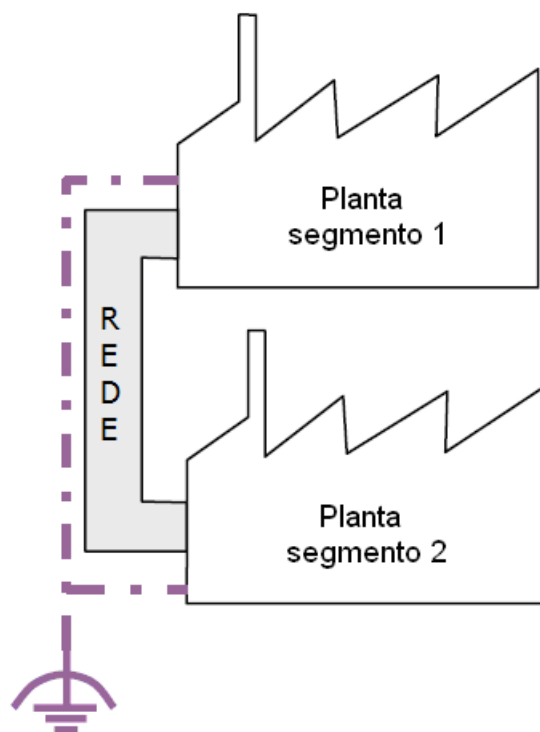

Figura 1.9 – Conexão das redes entre prédios diferentes
- Para conexões entre prédios diferentes ou entre partes de prédios, a rota da linha equipotencial deve ser traçada paralela ao cabo (Figura 1.9). Mantenha as seguintes seções transversais mínimas, de acordo com a IEC 60364-5-54.